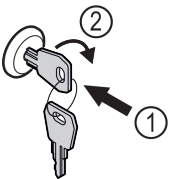

Fig. 177
- ▶ Вставьте ключ Fig. 177 (1).
- ▶ Поверните ключ на 90° по часовой стрелке Fig. 177 (2).